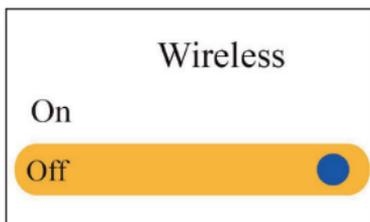

Figura 4.10E Impostazione wireless
- **Wireless:** Per accendere/spegnere la funzione collegamento wireless; l'impostazione predefinita è su "Acceso", come mostrato nella figura 4.10E.